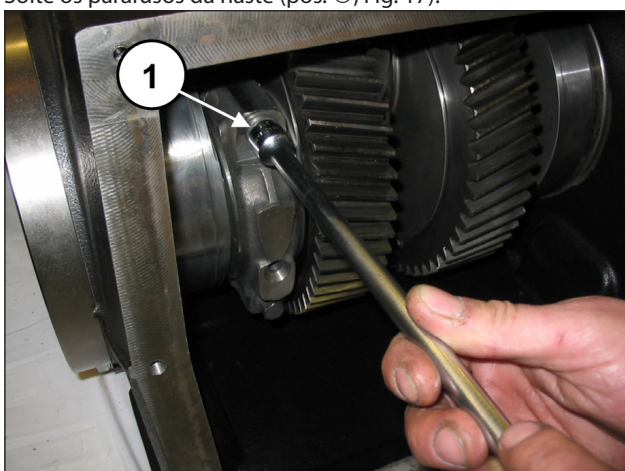

Fig. 17
Retire a espessura sob o corpo da haste central. Solte os parafusos da haste (pos. ①, Fig. 17).